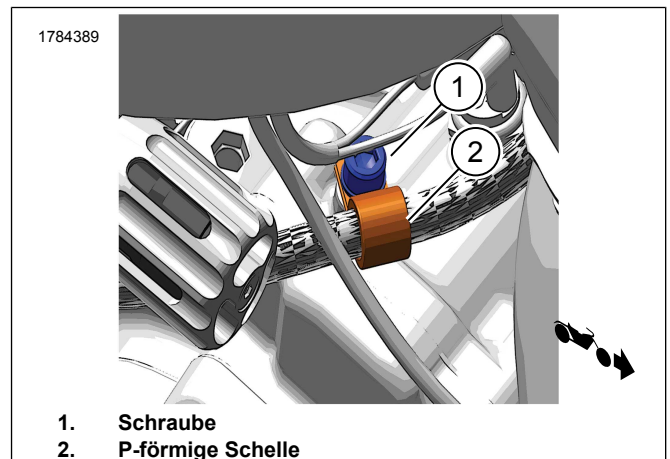

Abbildung 2. Einbau von P-förmiger Schelle und Schraube
1. Abbildung 2 Den Schlauch mit P-förmiger Schelle (2) und Schraube (1) am Fahrzeug befestigen.